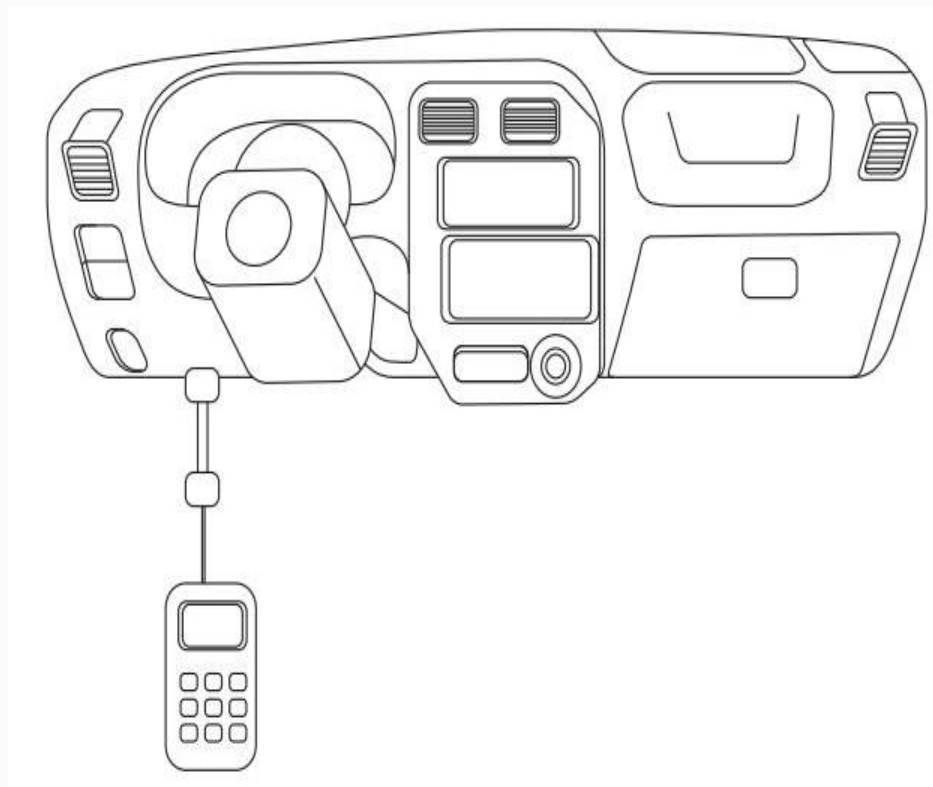

图1-39 诊断仪与OBD-Ⅱ接口相连
1) 打开车门，安装车内防护用品，连接诊断仪与车辆诊断接口OBD-Ⅱ接口，如图1-39所示。现代汽车诊断接口均为OBD-Ⅱ，通常位于驾驶舱脚踏板上方。